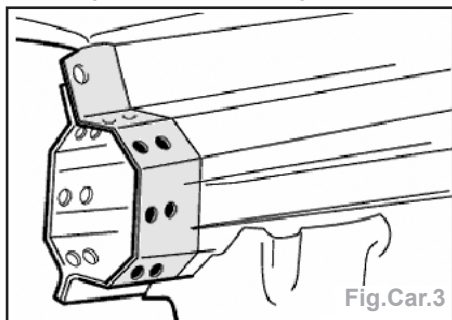

Fig.Car.3
- Nettoyer la zone d'accostage sur le longeron moteur et percer des trous pour soudage en bouchons (Fig.Car.3).